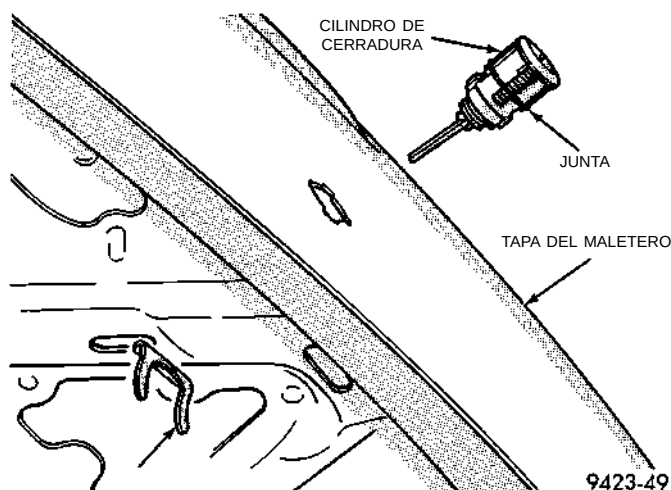

Fig. 77 Cilindro de cerradura del maletero
- (1) Retire el pestillo del maletero.
- (2) Retire el collarín que sujeta el cilindro de cerradura a la tapa del maletero.
- (3) Extraiga el cilindro de cerradura de la tapa del maletero (Fig. 77).